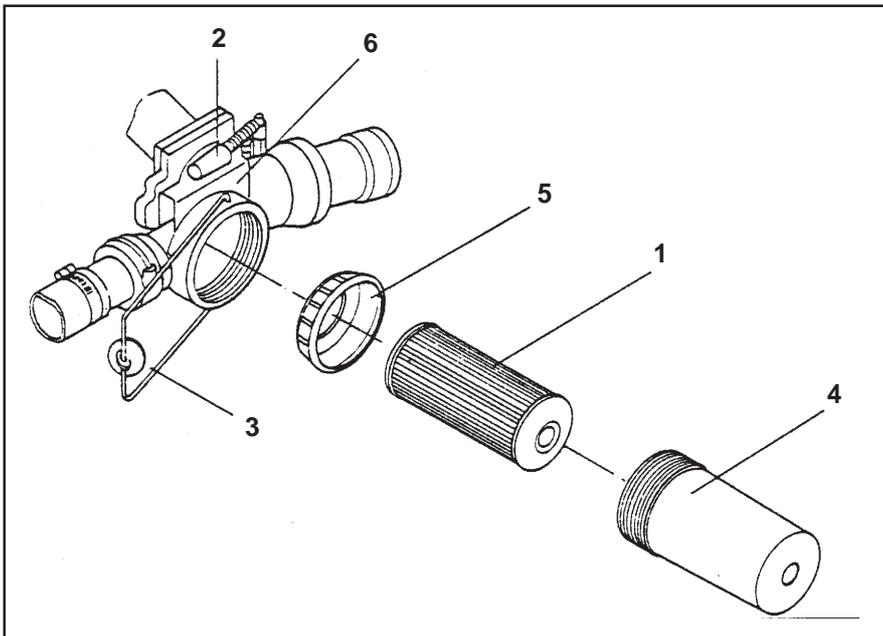

Рис. 7.6
- Рычаг управления (рис. 7.6/2) перевести в положение "заливка".
- Отвести в сторону пружинный бугель (рис. 7.6/3).
- Отсоединить отстойник фильтра (рис. 7.6/4) легкими движениями вправо-влево.
- Извлечь вставку фильтра (рис. 7.6/1) и центрирующий венчик (рис. 7.6/5).
Вставку в корпус фильтра вставлять открытой стороной (рис.7.6/6).
- Проверить переключение рычага управления (рис.7.6/2) в положение "опрыскивание" и герметичность крана-фильтра.